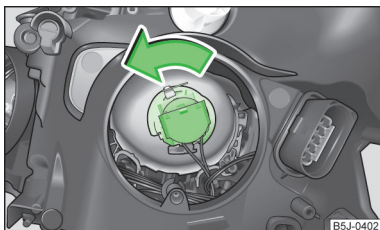

Abb. 156
- › Den Stecker mit der Glühlampe bis zum Anschlag in Pfeilrichtung drehen » Abb. 156 und herausnehmen.